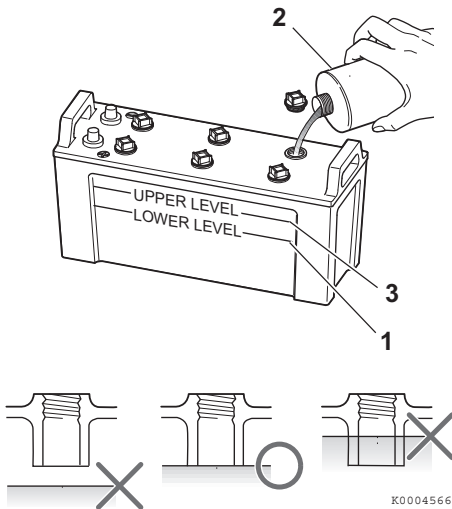

Figure 12
4. Si le niveau est inférieur au niveau minimum de remplissage (**Figure 12, (1)**), remplissez avec de l'eau distillée (**Figure 12, (2)**) (disponible dans les épiceries) jusqu'à la limite supérieure (**Figure 12, (3)**) de la batterie.